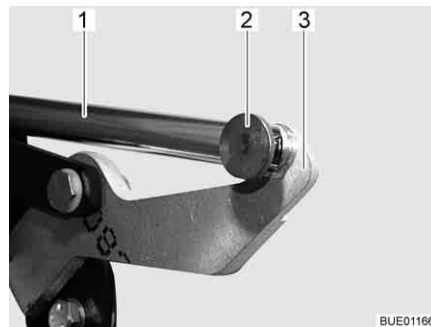

Fig. 126 Entraînement
- Retirer la jonction (par ex. goupille et broche) (Fig. 126,2) entre la tige de poussée (Fig. 126,1) et le levier (Fig. 126,3).